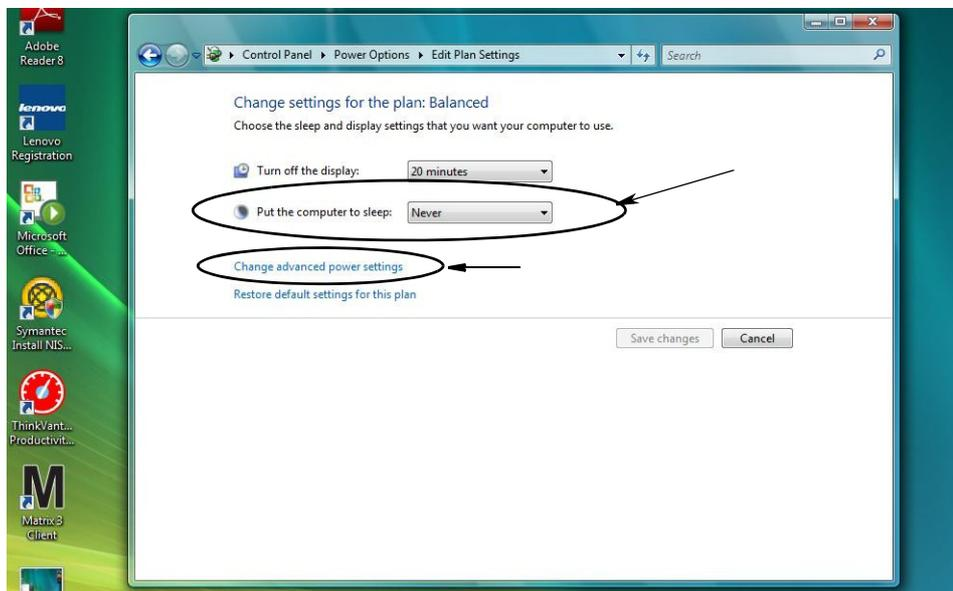

ABB. 19
4. Ändern Sie das Feld „Energiesparmodus nach:“ in „NIE“. Wählen Sie dann „Erweiterte Energieeinstellungen ändern“ (ABB. 19).